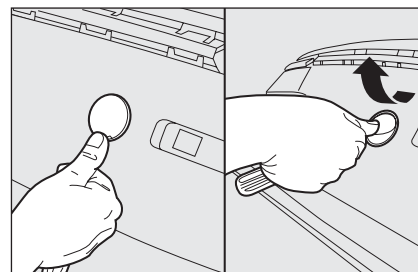

fig. 47
- ☐ appuyer le pouce de la main sur le bouchon pour éviter de l'endommager **fig. 47**;
- ☐ enlever le bouchon (sans le tourner) en effectuant un mouvement perpendiculaire au plan d'appui **fig. 47**.